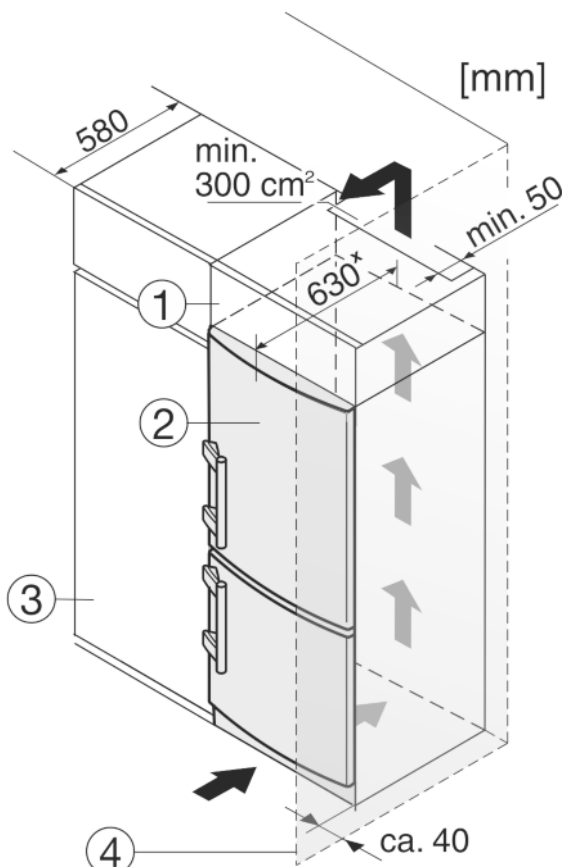

Fig. 9
- (1) Élément haut
- (2) Appareil
- (3) Placard de cuisine
- (4) Mur
L'appareil peut être entouré de meubles de cuisine. Pour adapter l'appareil *Fig. 9 (2)* à la hauteur des placards de la cuisine intégrée, on peut placer un élément haut *Fig. 9 (1)* au-dessus de l'appareil.
Lors de la transformation avec des placards de cuisine (profondeur max. 580 mm), l'appareil peut être placé directement à côté du placard de cuisine *Fig. 9 (3)*. L'appareil dépasse latéralement de 34 mm^x et de 50 mm^x au centre de l'appareil par rapport à la face avant du placard de cuisine.
Si l'appareil est installé avec les charnières à côté d'un mur *Fig. 9 (4)*, la distance entre l'appareil et le mur doit être de 40 mm min. Ceci correspond à la saillie de la poignée lorsque la porte est ouverte.